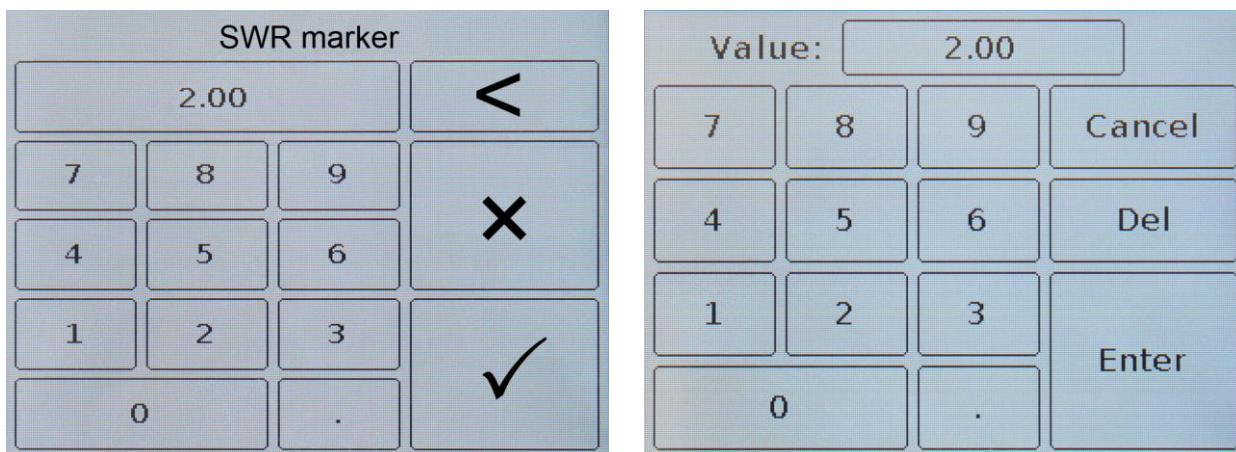

Рисунок 9.21 – Ввод числового значения отображаемой пороговой линии КСВ в приборах ARINST VR 1-6200 и ARINST VR 23-6200
9.8.4. Чтобы изменить значение отображения уровня пороговой линии КСВ, нажмите на числовое значение **Value**, и в появившемся подменю (Рисунок 9.21) введите числовое значение в диапазоне от 1,01 до 9,00.